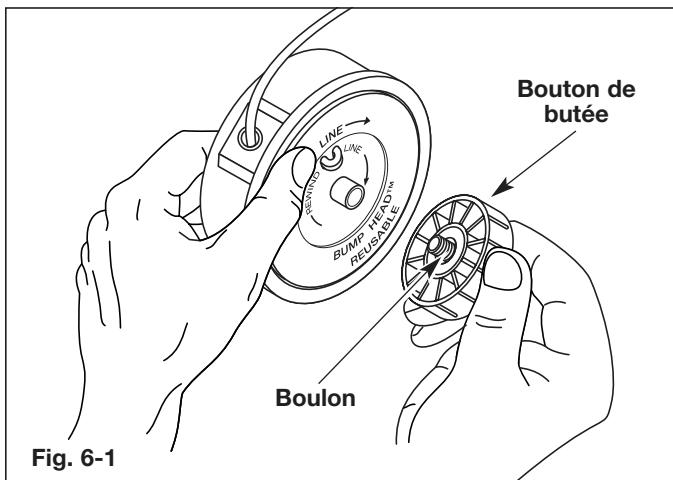

Fig. 6-1
1. Tenez la bobine extérieure d'une main et dévissez le bouton de butée vers **à gauche** (Fig. 6-1). Inspectez le boulon à l'intérieur du bouton de butée pour vous assurer qu'il se déplace librement. Remplacez le bouton de butée s'il est endommagé.
- Tenez la bobine extérieure d'une main et dévissez le bouton de butée vers à gauche (Fig. 6-1). Inspectez le boulon à l'intérieur du bouton de butée pour vous assurer qu'il se déplace librement. Remplacez le bouton de butée s'il est endommagé.